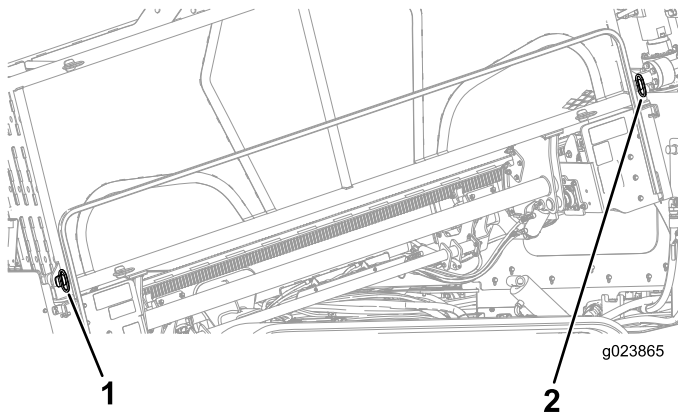

Figura 92
2. Retire los pasadores inferiores exteriores del portatubos (Figura 92).